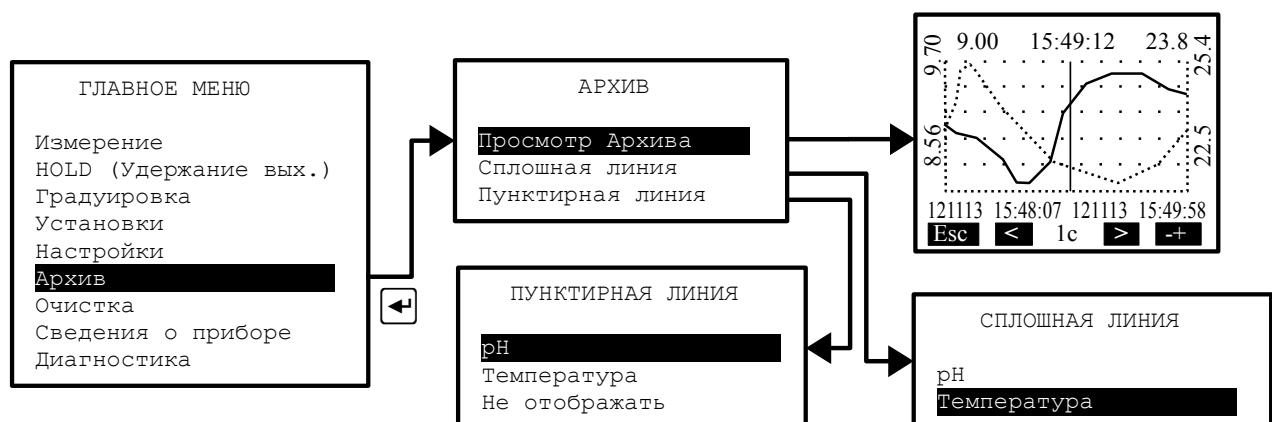
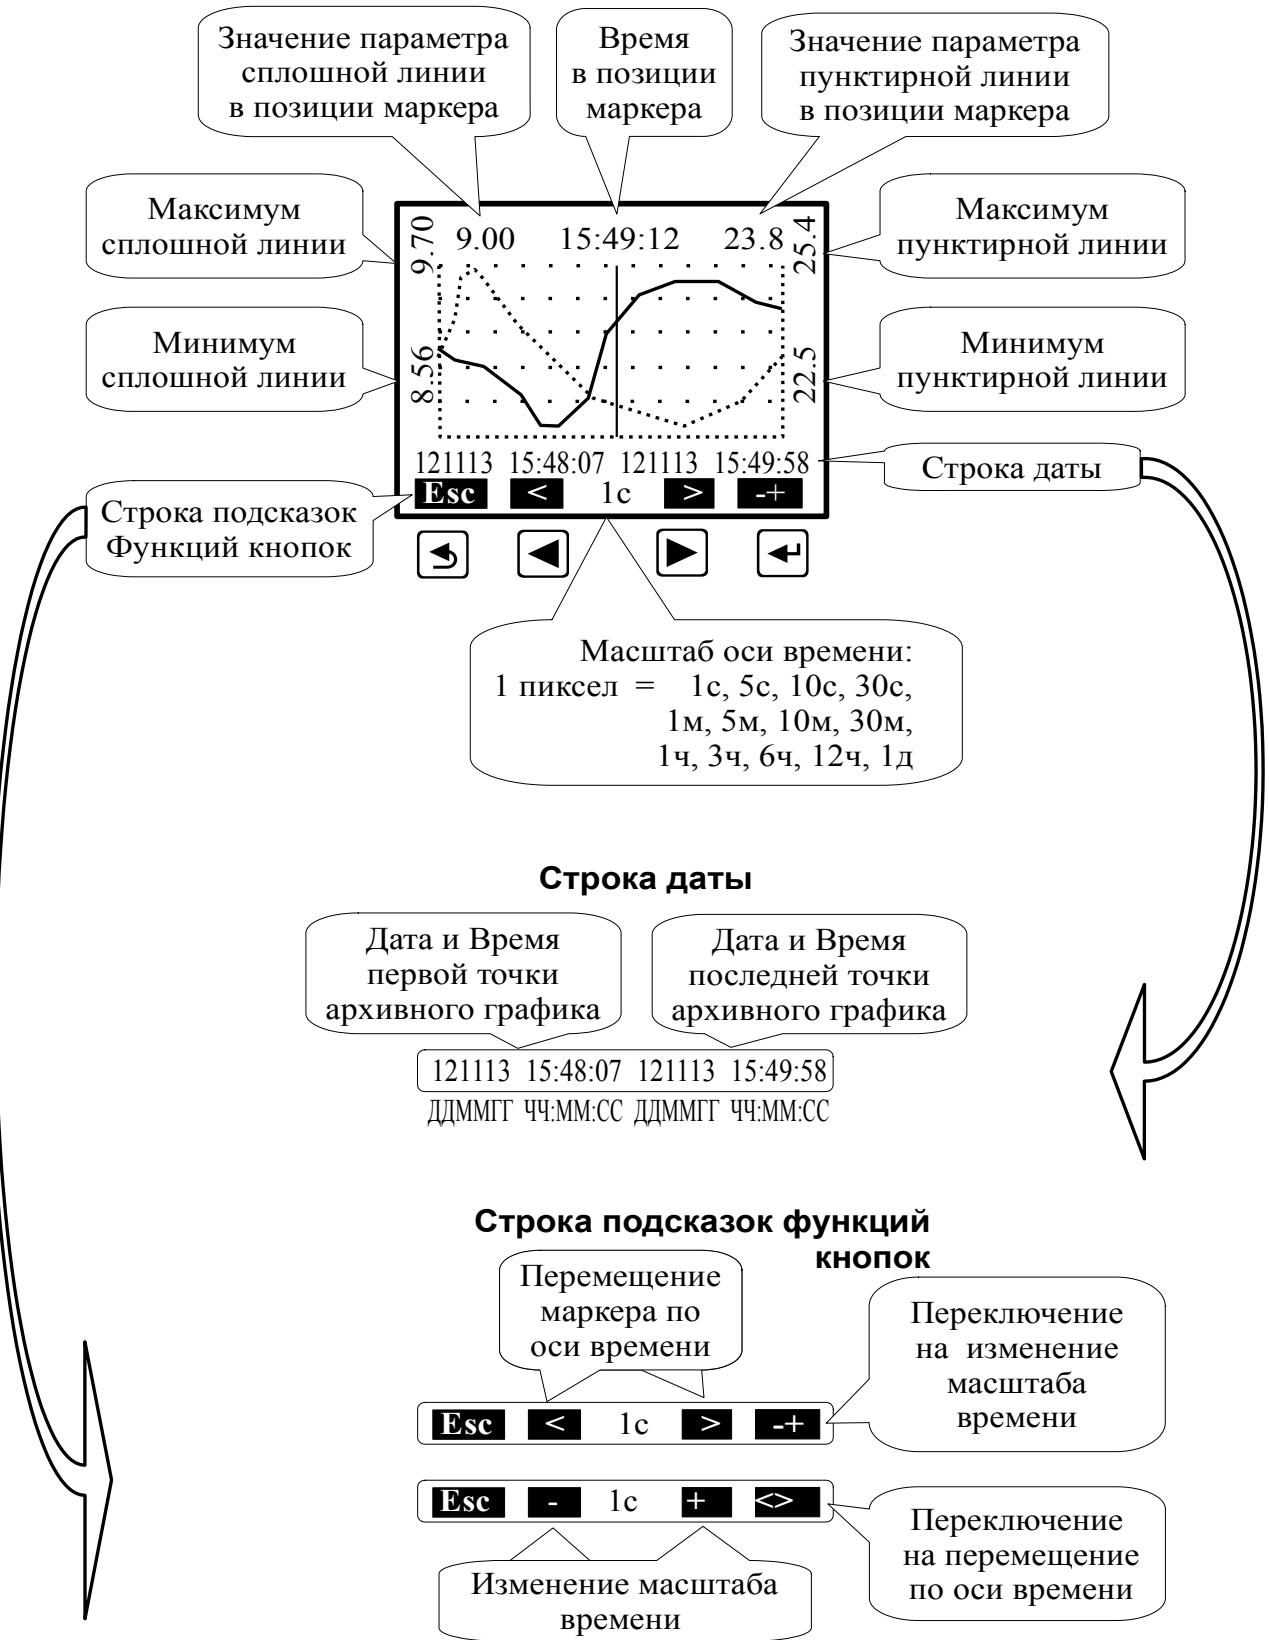

Рисунок 20 - Структура меню «АРХИВ»
Рисунок 21 - Описание элементов управления и отображения данных в подменю «Просмотр архива»
3.3.6.3 Установленные архивные данные можно посмотреть на дисплее ИП (Рисунок 20, Рисунок 21).
- **Просмотр архива** - в этом режиме просматривается архив одного или двух выбранных заранее параметров (основного и температуры). Правая кнопка позволяет переключать режим управления маркером: кнопками и либо изменяется интервал дискретности по времени, либо перемещается маркер, указывающий на время просмотра и состояние измеряемых параметров в это время (Рисунок 21).
Масштабирование оси времени и перемещение по оси времени осуществляется кнопками в режиме «Просмотр архива» (смотри Рисунок 21).